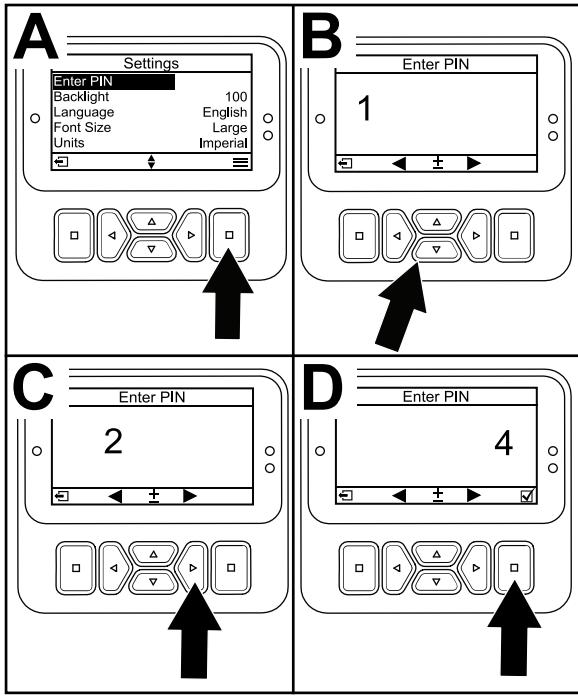

Bild 26
3. Drücken Sie für die Eingabe des PIN-Codes die auf/ab Navigationstasten **Bild 26**, bis die erste korrekte Ziffer angezeigt wird; drücken Sie dann die rechte Navigationstaste **Bild 26**, um auf die nächste Ziffer (B und C) zu gehen. Wiederholen Sie diesen Schritt, bis Sie die letzte Ziffer eingegeben haben.